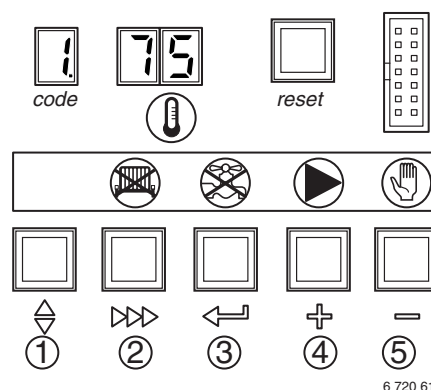

Fig. 32
- Attaccare l'etichetta (→ fig. 32) in modo visibile sull'apparecchio.